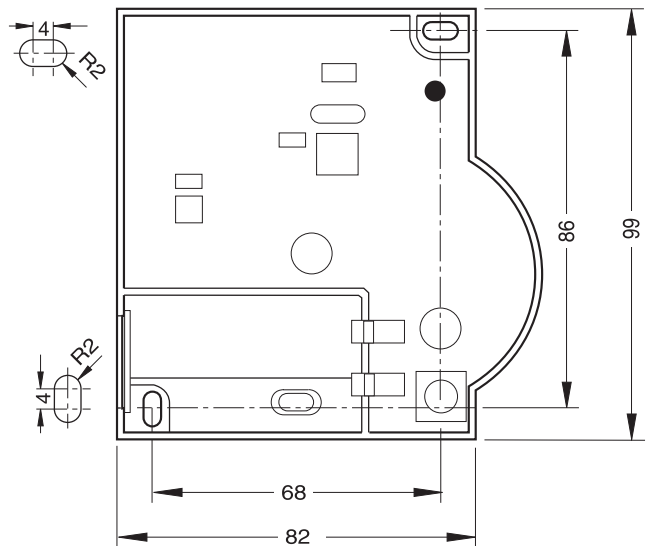

Fig. 12: Schema de găurire (cote în mm)
- ▶ Marcați locurile pentru găuri cu ajutorul șablonului pentru găurire (vezi Fig. 12).